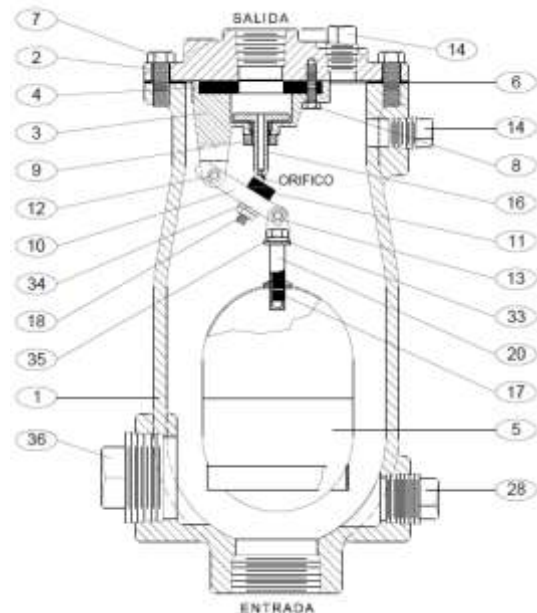

FIGURA 2. Válvula Combinada de aire para Aguas residuales de 1"-4"
La válvula combinada de aire para aguas residuales, el cuerpo de la válvula y la tapa son de hierro fundido. Ver la lista de materiales específicos según la orden de compra, si existe o es el estándar de construcción de hierro fundido. Todos los internos los componentes metálicos son de acero inoxidable con la excepción del asiento. Los detalles generales de la construcción se ilustran en la Figura 2. El cuerpo (1) es roscado para conexión en tubería. El asiento (4) es roscado dentro de la tapa (2).